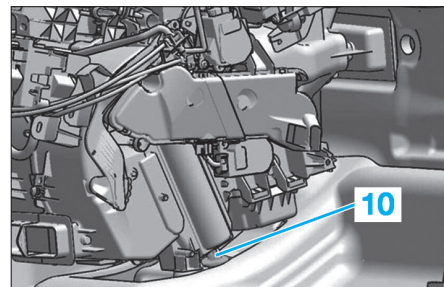

Fig. 31
- la vis (6),
- la plaquette de maintien (7),
- le caoutchouc d'étanchéité (5),
- la vis (4) et sa rondelle.
- Dans l'habitacle, à droite du boîtier de chauffage, désaccoupler et écarter le tuyau (10) (Fig.31).